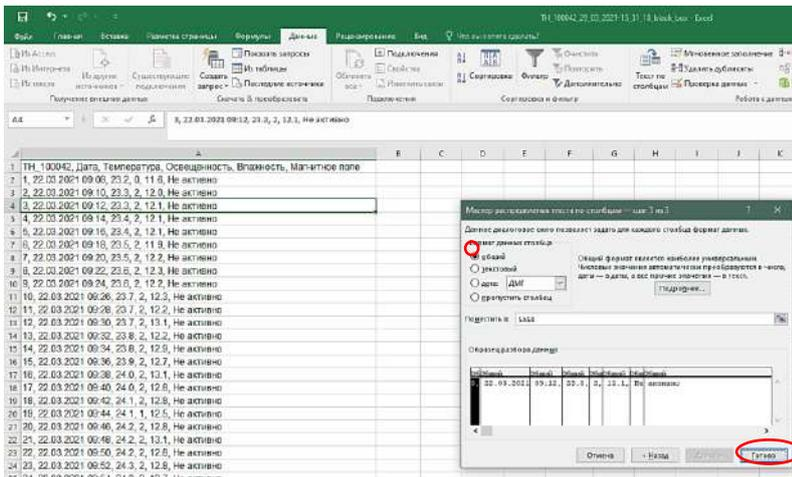

Рисунок 16 – Шаг 3
- «**Формат данных столбца**» выбрать «**Общий**» (рис. 16), нажать «**Готово**».